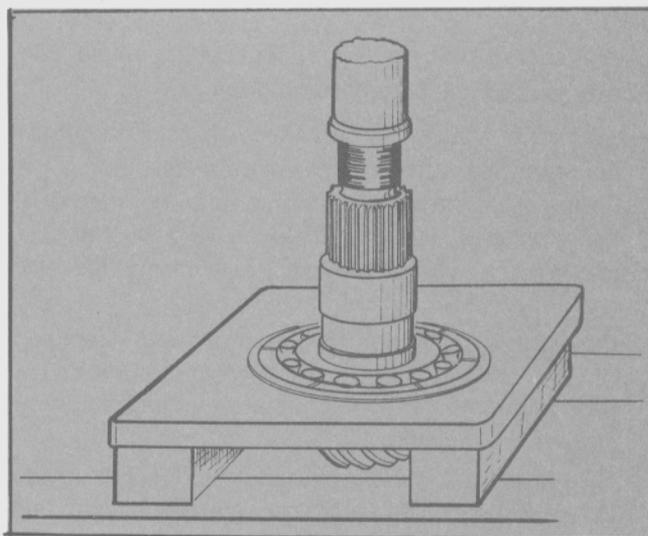

Fig. 43 - Extracción del cojinete del piñón.
- Retirar el cojinete del piñón de acuerdo a lo explicado anteriormente (Fig. 43). Extraer la arandela espesora.